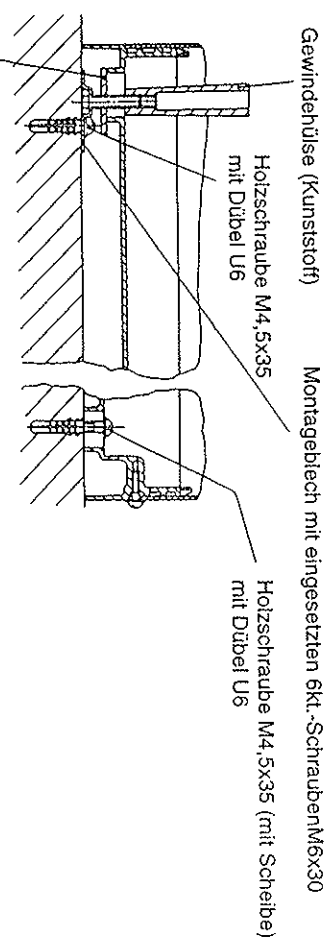

Abb. 19: ätemontage
- ⇒ Befestigung des Gehäuseunterteils im oberen Bereich durch Kunststoffgewindehülsen, im unteren Bereich durch Holzschraube (unbedingt erforderlich). Wandbündige Montage muß im Bereich des Wasser- und Elektroanschlusses erreicht werden (Abb. 19).